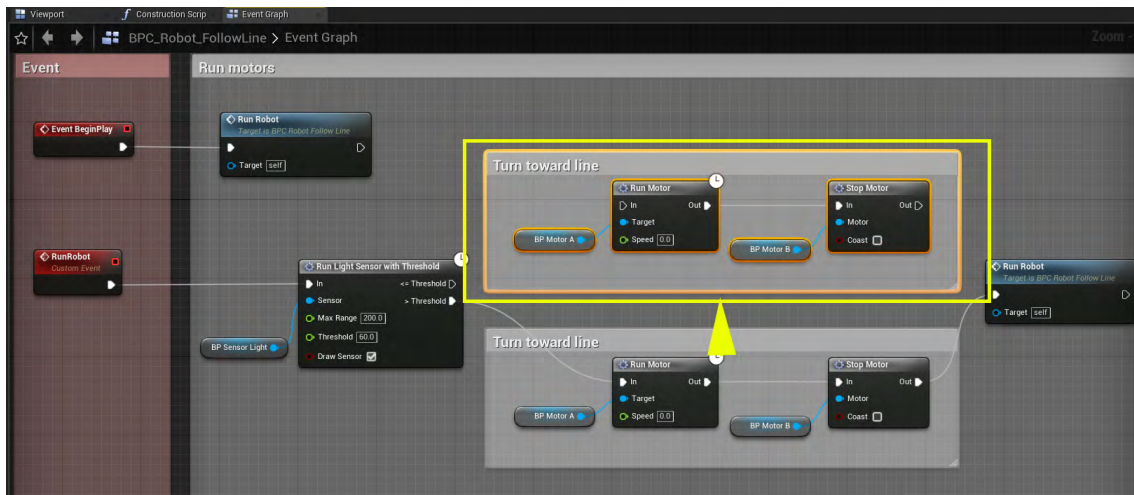

図 3-41
- 必要に応じて、複製されたノードをクリックしてドラッグし、元のコード ボックスに揃えます (図 3-41 を参照)。